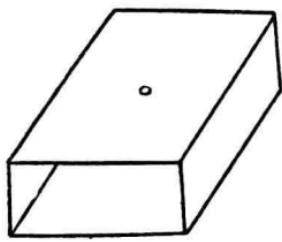

图 2
1. 用一只火柴盒的壳子，按图 1 所示剪开，一半做船头，一半做船尾。在另一只火柴盒外壳的中心钻上一小孔，如图 2 所示。在这个火柴盒的两侧，用浆糊粘上两只火柴盒的芯子，在两只芯子的两侧再粘上船头和船尾，即成船体骨架（图 3）。